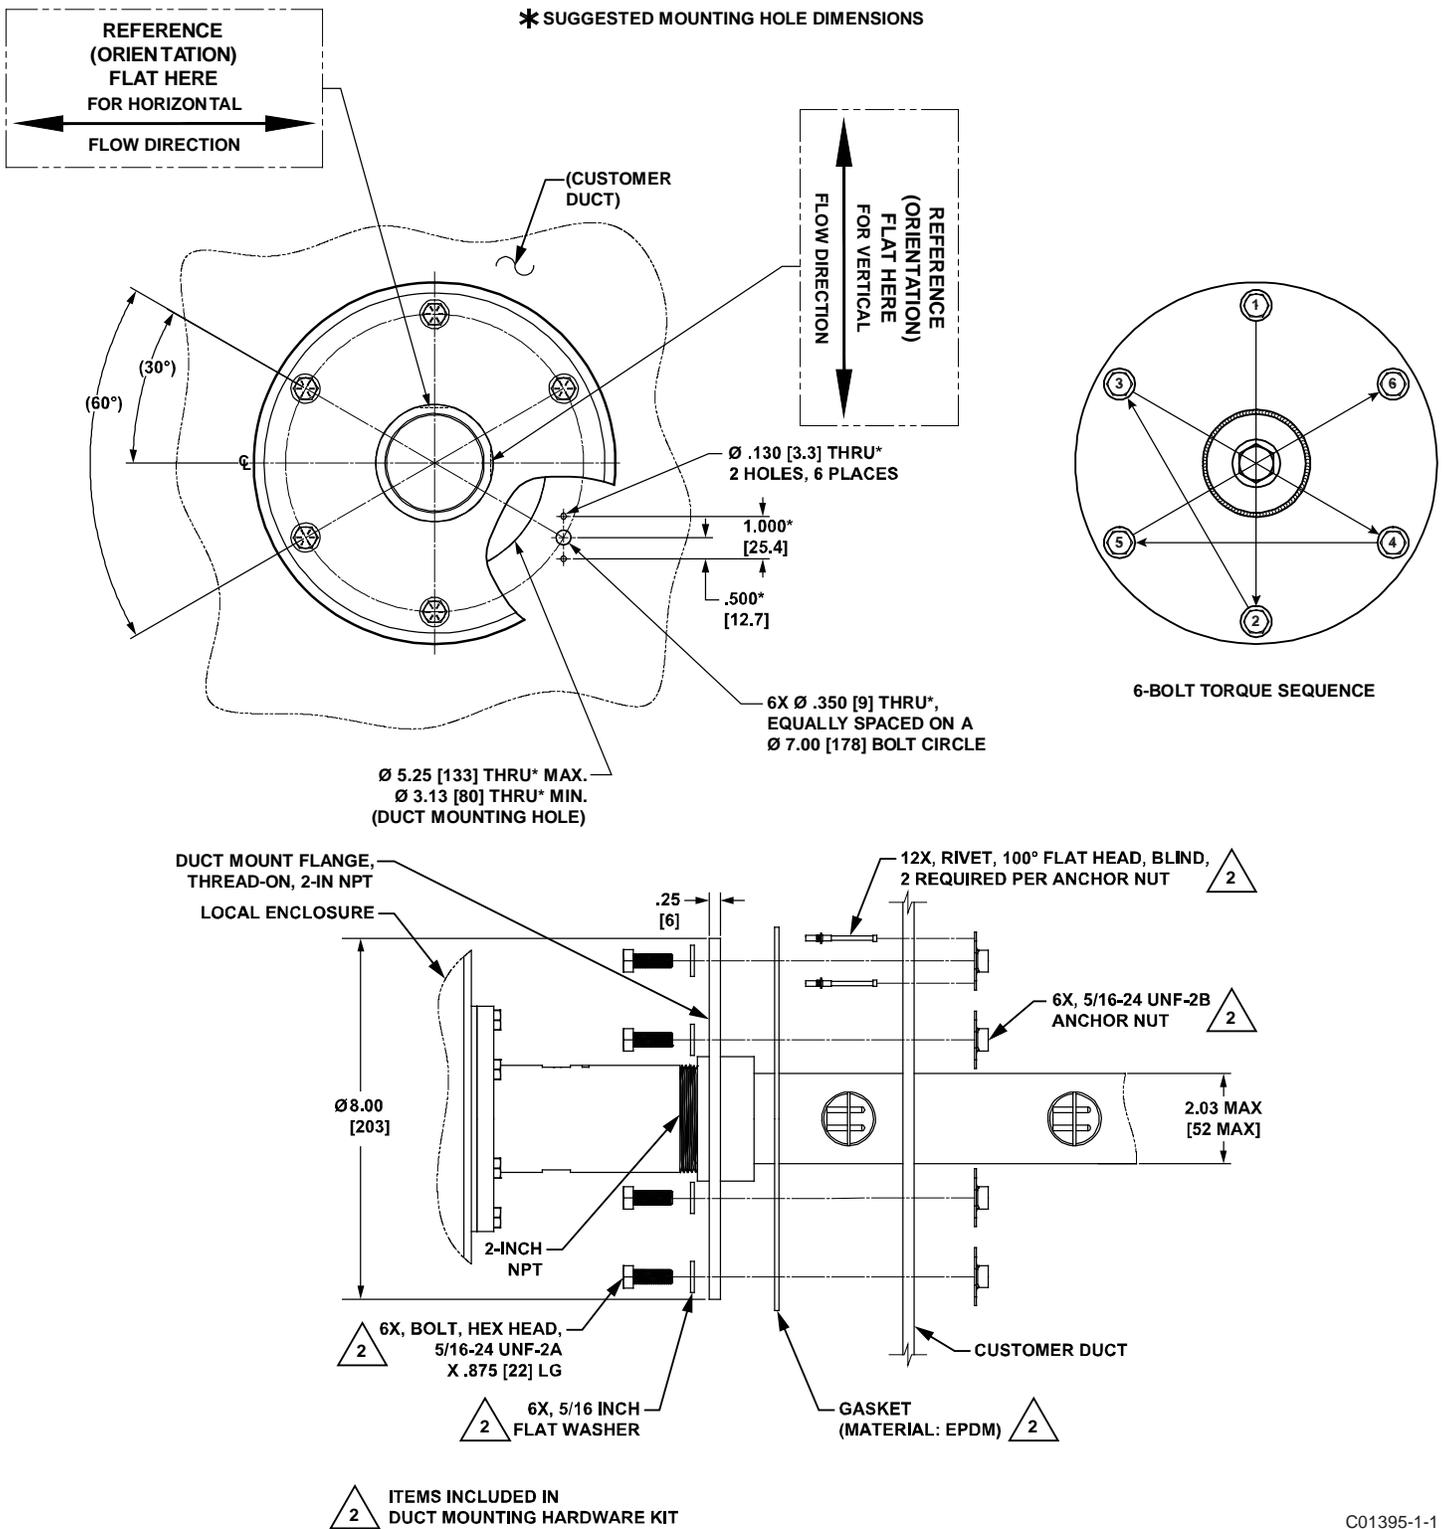
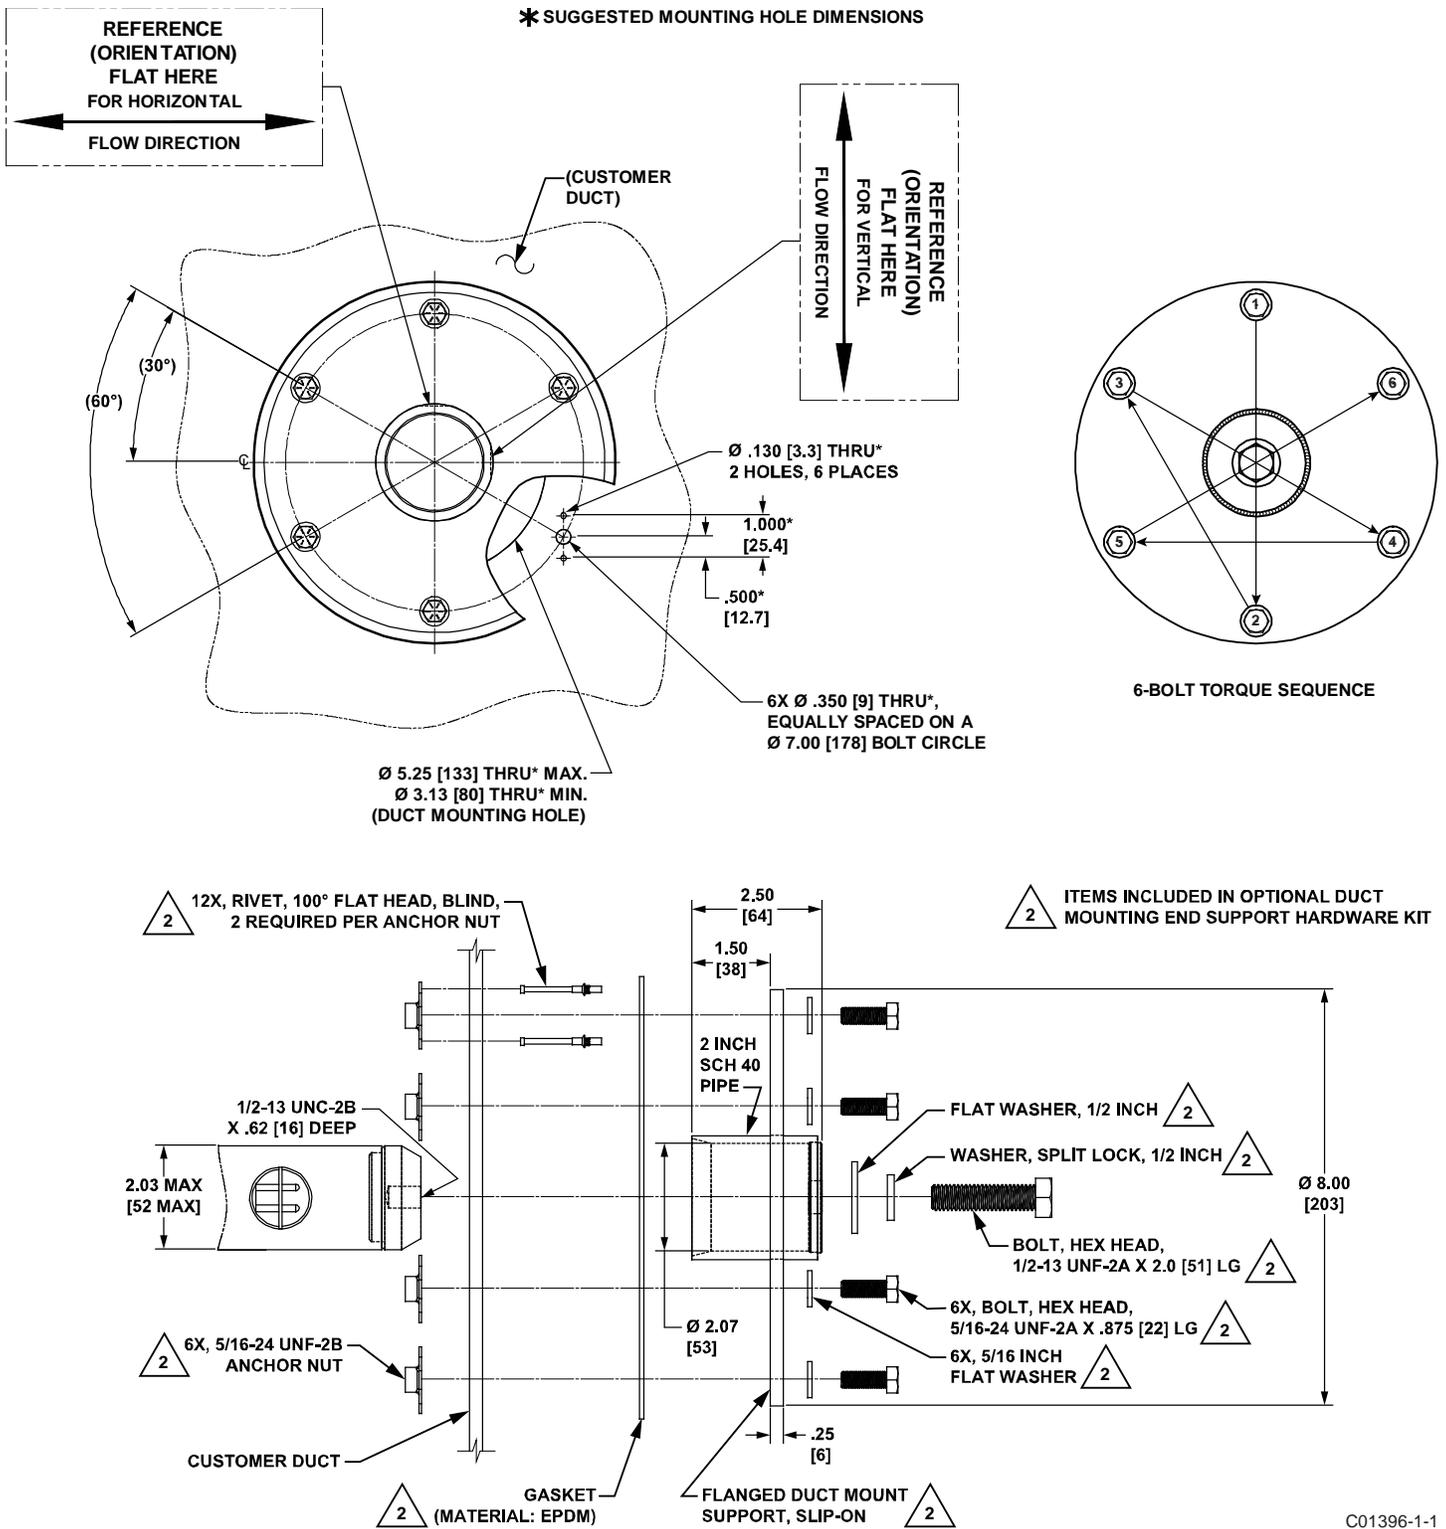

Figure 4 – Montage à bride de conduit, dimensions et matériel de montage
Figure 5 – Montage à bride de conduit, matériel du support d'extrémité (en option)
1. Le placement exact de l'élément de débit est généralement déterminé au moment de la commande. Utiliser le modèle de trou et les tailles de trous indiqués dans la Figure 4 à la page 11 pour le perçage des trous de la bride de montage de l'élément de débit sur le conduit. Sur le côté opposé du conduit, utiliser le modèle de trous et les tailles de trous indiqués à la Figure 5 à la page 12 pour le perçage des trous pour le support d'extrémité de l'élément de débit sur le conduit.
2. À l'aide du kit de montage du support d'extrémité fourni, installer le support d'extrémité de l'élément de débit tel qu'illustré dans la Figure 5. Serrer les boulons de fixation sur le support d'extrémité (6 pièces. 5/16-24UNF x 0,875 lg).
4. À l'aide du kit de montage à bride de conduit fourni, installer l'élément de débit sur le conduit de procédé tel qu'illustré dans la Figure 4. En utilisant la séquence de couple de boulons en étoile illustrée à la Figure 4, serrer progressivement les boulons de fixation de la bride du conduit (6 pièces. 5/16-24UNF x 0,875 lg) avec un couple de serrage final de 13,6 Nm.
5. Une fois l'extrémité de la colonne de l'élément de débit insérée dans le manchon de support d'extrémité, placer sans serrer le boulon de 2 po 1/2-13UNF x (inclus dans le kit de montage du support d'extrémité en option) dans le manchon de support d'extrémité tout en enfonçant la colonne de l'élément de débit (voir la Figure 5). (Remarque : Utiliser la méthode d'installation de substitution faisant appel à une plaque de renfort si les écrous d'ancrage fournis ne sont pas adaptés à l'application.) En utilisant la séquence de couple de boulons en étoile illustrée à la Figure 4, serrer progressivement les boulons de fixation du support d'extrémité (6 pièces. 5/16-24UNF x 1,0 lg) avec un couple de serrage final de 13,6 Nm.